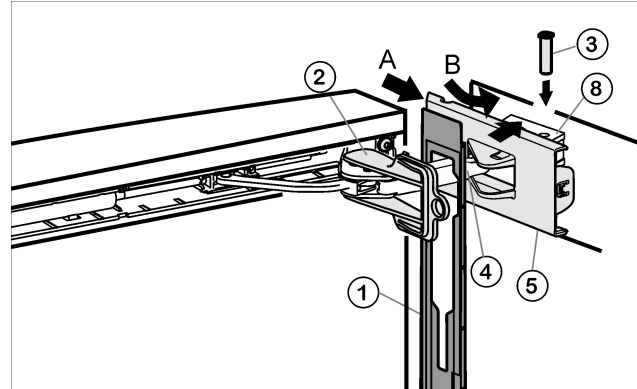

Fig. 26
- Suspenda el panel Fig. 26 (1) en el estribo del amortiguador Fig. 26 (4), de modo que los ganchos de retención estén orientados hacia dentro y el lado delantero esté orientado hacia al aparato.
- Desplace la cubierta Fig. 26 (5) desde la parte exterior (A) y vírela a través de la pieza de cojinete Fig. 26 (8) (B).
- Coloque la cubierta Fig. 26 (5) y encájela hasta el primer enganche.
- Acerque el estribo del amortiguador Fig. 26 (4) a la pieza de cojinete e introduzca el perno Fig. 26 (3) desde arriba, de modo que el cuadrado esté en la parte hundida.
- Encaje ahora la cubierta Fig. 26 (5) por completo en la pieza de cojinete Fig. 26 (8).
- Retire el seguro Fig. 26 (2) girándolo.
- Encaje el panel Fig. 26 (1) en la puerta.